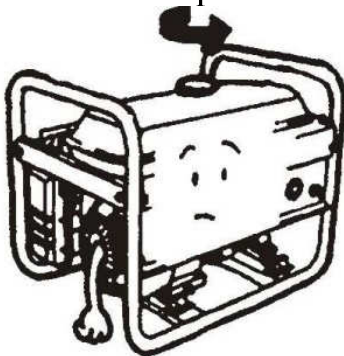

Fig. 13
3.2.2 Retire la tapa de combustible (Figure 13)